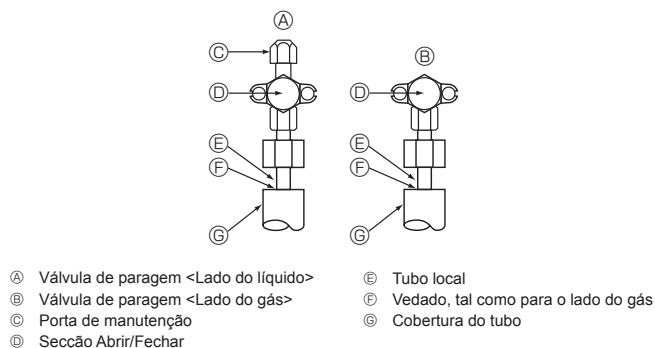

Fig. 4-4
- ④ Tubo flexível de carga
- ⑤ Porta de serviço
4.4. Teste de vedação ao ar do tubo de refrigerante (Fig. 4-4)